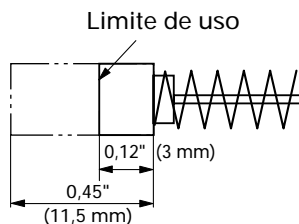

Fig. 31
4. Inspección de las escobillas de carbón (Fig. 31)